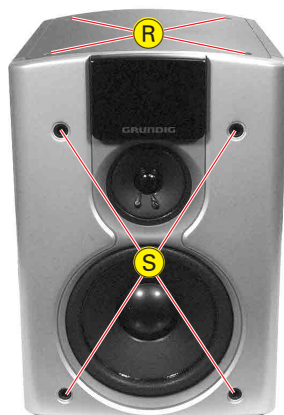

Fig. 26
**8. Lautsprecher (Fig. 26)**
**8. Speakers (Fig. 26)**